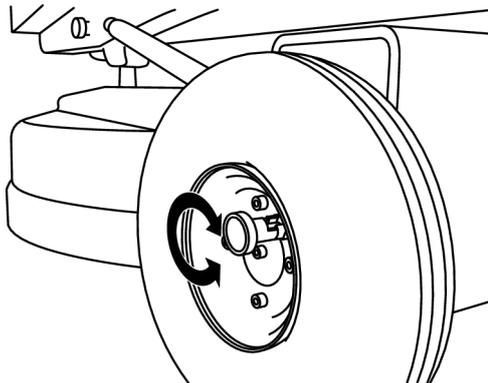

Figure 4-4. Tournez de 90 degrés
2. Tournez la cheville de verrouillage de 90 degrés et relâchez-la pour obtenir la position de sécurité, voir Figure 4-4, page 18.